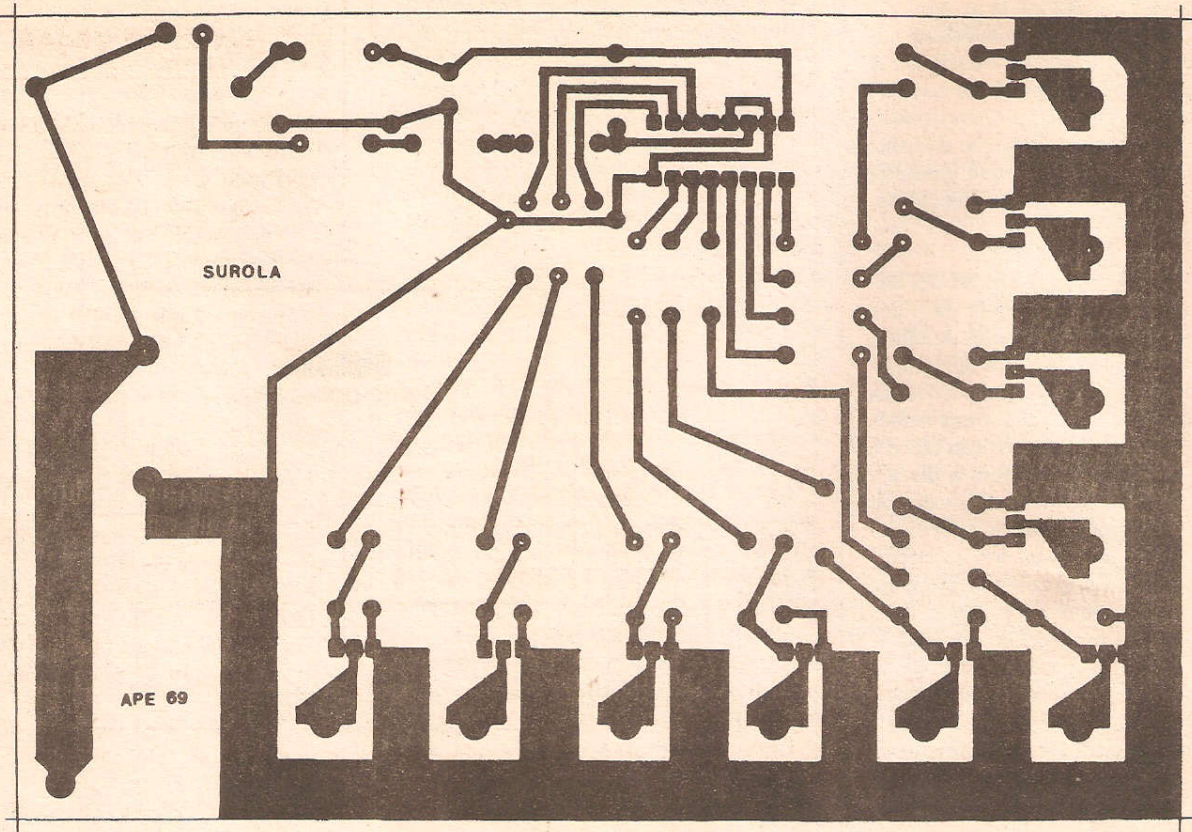

Fig.2
- **FIG. 2 - LAY OUT DO CIRCUITO IMPRESSO ESPECÍFICO** - Para manter as *coisas* tão pequenas quanto possível, paradoxalmente foi necessário um *lay out* relativamente grande para a placa... Explicamos: as dimensões um tanto acima da média (pelo menos em comparação com as placas dos circuitos costumeiramente mostrados em **APE**...) permitiram a inclusão *no impresso* dos 10 SCRs, e de boa parte da sua própria fiação de alta corrente e alta tensão, na realidade compactando o arranjo e simplificando bastante a fiação às lâmpadas controladas... O padrão cobreado (ilhas e pistas, vistas em negro na figura...) é mostrado em tamanho natural, devendo o caro leitor/hobbysta notar a existência de trilhas avantajadas na sua largura, bem como de ilhas mais robustas, exatamente destinados tais percursos e pontos de ligação à passagem das correntes e tensões relativamente elevadas, de acionamento das lâmpadas (controladas pelos respectivos SCRs...). No mais, o *lay out* é simples, pouco *congestionado*, de fácil reprodução (já que pode ser diretamente *carbonado*, estando em escala 1:1...). Entretanto é bom lembrar que, como o circuito lida com tensões, correntes e potências elevadas (nos setores vinculados aos SCRs...), os cuidados na verificação final devem ser *redobrados*...! Um único *curtozinho* que eventualmente *escape* despercebido, pode gerar *altas fumaças* quando o circuito for ligado...! Assim, **atenção total, olho de lince** na verificação do impresso, antes de definitivamente inserir e soldar os componentes...! Desde já lembramos mais um ponto **importante**: devido aos mesmos re-